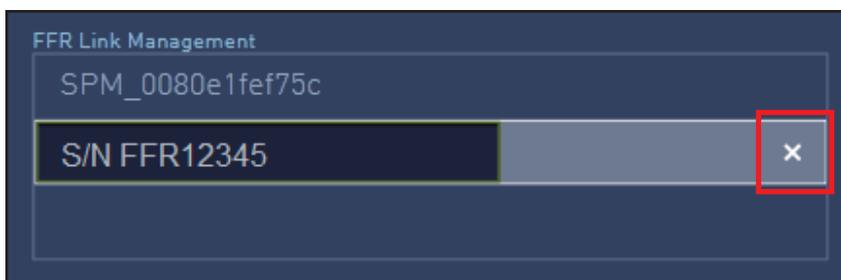

Figure 2-54 Suppression d'un FFR Link dans la fenêtre FFR Link Management (Gestion des FFR Link)
2. Cliquer sur le « X » à l'extrémité droite du nom du FFR Link, comme illustré à la figure 2-54.